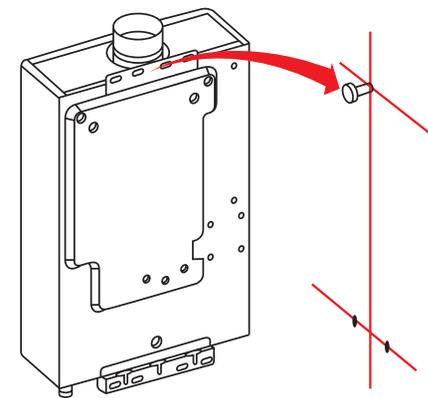

FIGURA 6
- 2.Colgar el estante del calentador de agua a los pernos de expansión. Y sujetar el calentador de agua atornillando las tuercas (Figura 6).